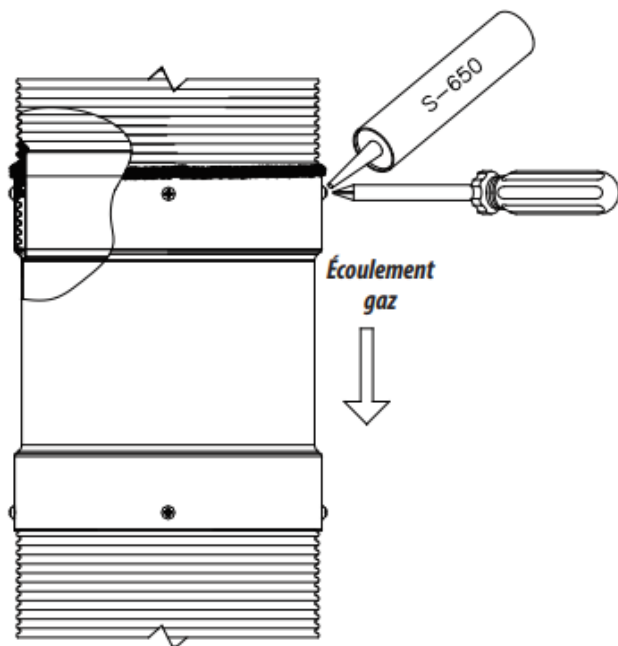

Figure 24 - Vis Secure Seal Flex
3.4. Installer les vis dans le trou de vis et serrez. 3.5. Ajouter le scellant rouge S-650 sur les vis (Figure 24).